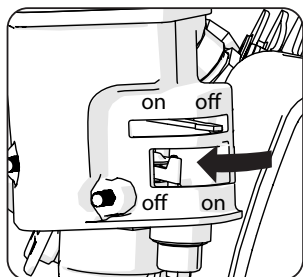

Fig. 16
- Consentire al motore di fermarsi del tutto e girare il rubinetto carburante in posizione OFF. (Fig. 16)